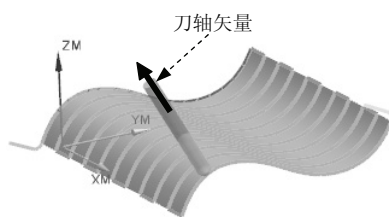
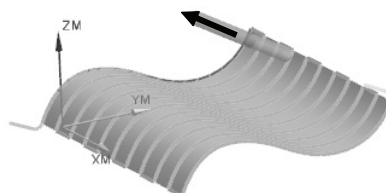

图 5.4.16 “垂直于部件”刀轴矢量(一)
图 5.4.17 “垂直于部件”刀轴矢量(二)
- **垂直于部件**: 选择此选项后,刀轴矢量将在每一个刀具与部件的接触点处垂直于部件表面,如图 5.4.16 和图 5.4.17 所示。参考文件路径为: D:\ugnx90.9\work\ch05.04\per_workpiece.prt。